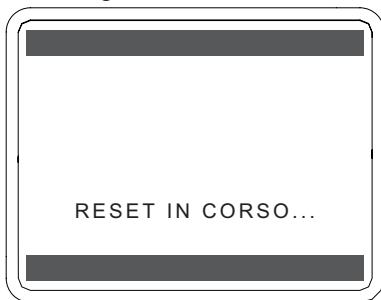

Figura 5.90
- Premere per 2 secondi il tasto (✓) per effettuare il RESET Figura 5.90.